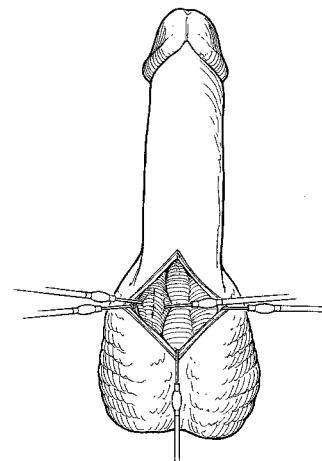

Figura 4-3. Penoescrotal: retracción del cuerpo esponjoso
3. Para la vía de acceso penoescrotal, retraiga lateralmente el cuerpo esponjoso, a fin de no dañar la uretra (**Figura 4-3**).